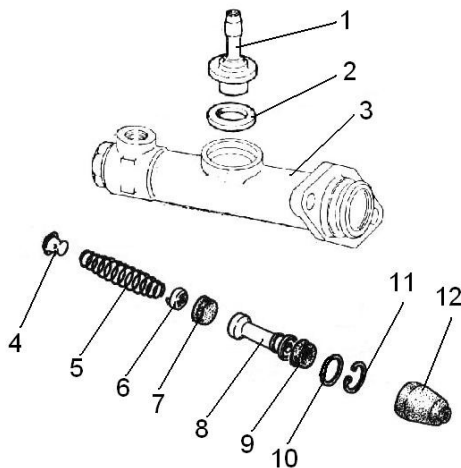

Рис. 3-15. Детали главного цилиндра.
**Главный цилиндр.** Снимите защитный чехол и стопорное кольцо. Это позволит вынуть из корпуса цилиндра 3 (рис. 3-15) упорную шайбу 10, уплотнительную манжету 9, поршень 8, манжету поршня 7, фиксатор 6, пружину 5 и клапан 4.